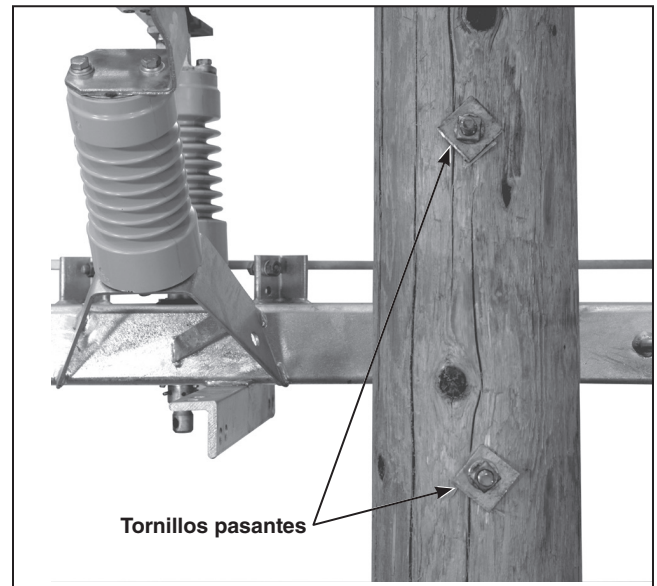

Figura 9. Atornille el interruptor al poste de madera.
**PASO 7.** Baje despacio la unidad de interruptor hasta que llegue al tornillo pasante. Apriete totalmente los tornillos. Vea la Figura 9. Después, remueva las eslingas de izamiento.